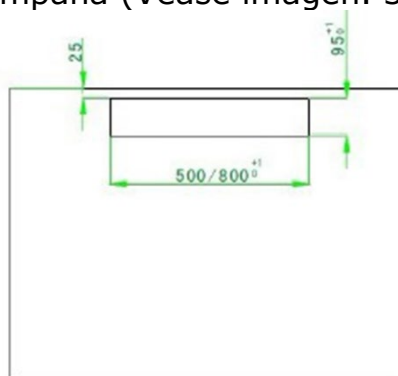
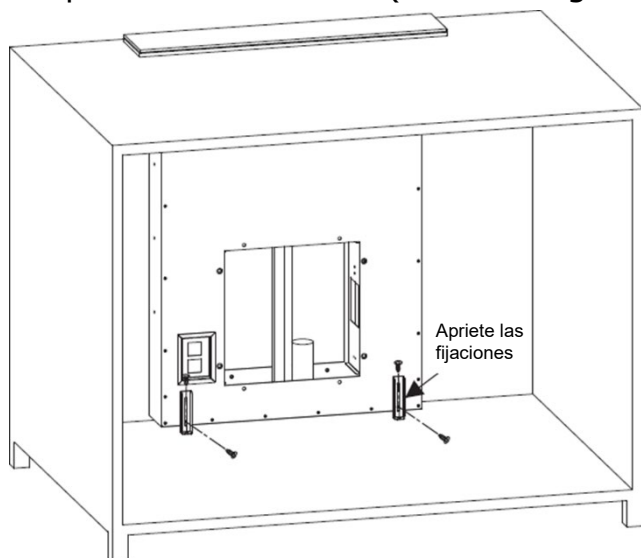

Imagen. 2
Imagen. 3
2. Coloque la campana en el hueco del armario (Véase imagen 2) Utilice 4 tornillos ST4*8 y ST4*14 y apriete para fijar la campana (Véase imagen. 3)